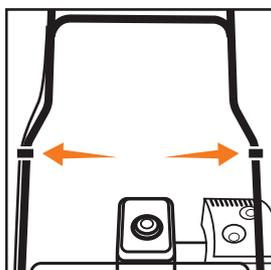

Рис. 6
- Закрепите тросики на ручках при помощи крепежных пластиковых клипс (Рис. 6).